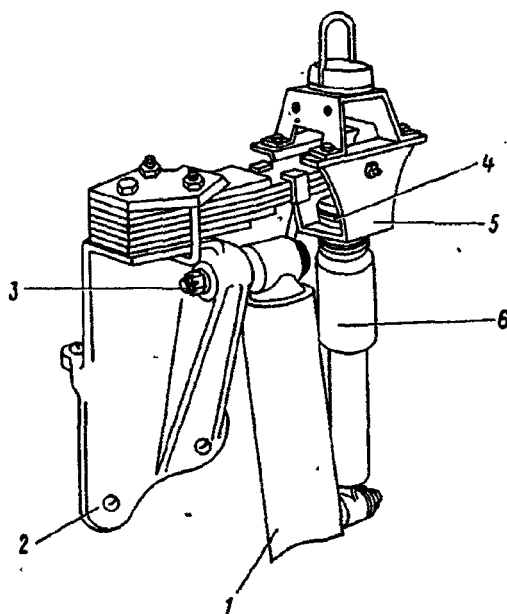

Рис. 52. Опора кабины задняя:
3. Отверните в обойме 5 (рис. 52) гайку верхнего крепления амортизатора механизма поддрессоривания кабины, снимите шайбу и резиновую подушку 4	Ключ 13 мм, отвертка